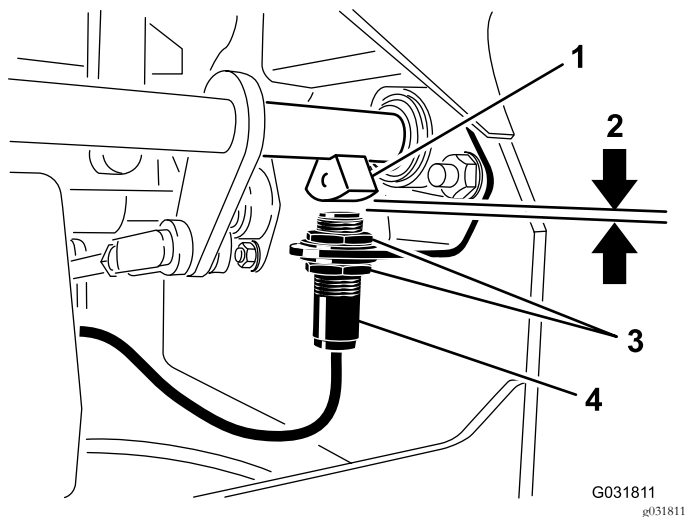

Figura 49
4. Mueva el interruptor hacia arriba o hacia abajo en el soporte hasta que la distancia entre el sensor del eje del freno y el émbolo del interruptor sea de 4 mm, según se muestra en Figura 49.